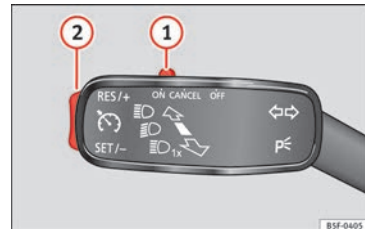

Fig. 47 A la izquierda de la columna de la dirección: conmutador y mandos de manejo del GRA.
- Conectar el GRA: desplace el conmutador »» **fig. 47** ① hasta **ON**. El sistema está encendido. El sistema no regula al no haber programado ninguna velocidad.
- Activar el GRA: pulse el botón »» **fig. 47** ② en la zona **SET/-**. La velocidad actual se memoriza y regula.
- Desconectar el GRA temporalmente: desplace el conmutador »» **fig. 47** ① hasta **CANCEL** o pise el freno. La regulación se desconecta temporalmente.
- Conectar el GRA de nuevo: pulse el botón »» **fig. 47** ② en **RES/+**. La velocidad memorizada se guarda y regula otra vez.
- Aumentar velocidad programada durante regulación de GRA: pulse botón ② en **RES/+**. El vehículo acelera hasta la nueva velocidad guardada.
- Reducir velocidad programada durante regulación de GRA: pulse botón ② en **SET/-** para reducir 1 km/h (1 mph). La velocidad se reduce hasta alcanzar la nueva velocidad memorizada.
- Desconectar el GRA: desplace el conmutador »» **fig. 47** ① a **OFF**. Se desconecta el sistema y la velocidad memorizada se borra.